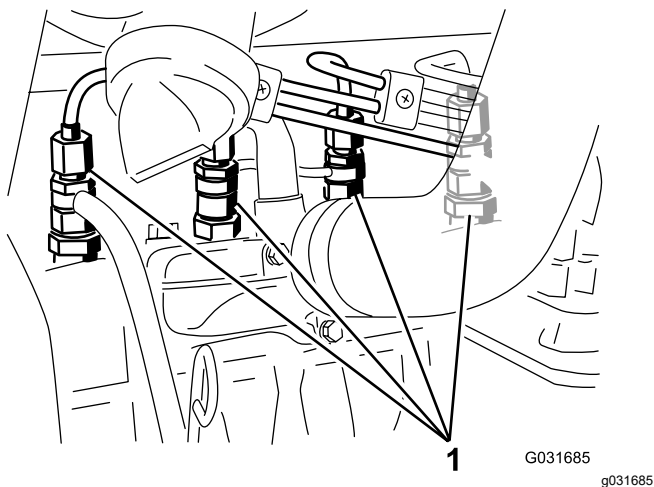

Figura 45
1. Afloje la conexión entre el tubo y el conjunto de boquilla y soporte N° 1 (Figura 45).